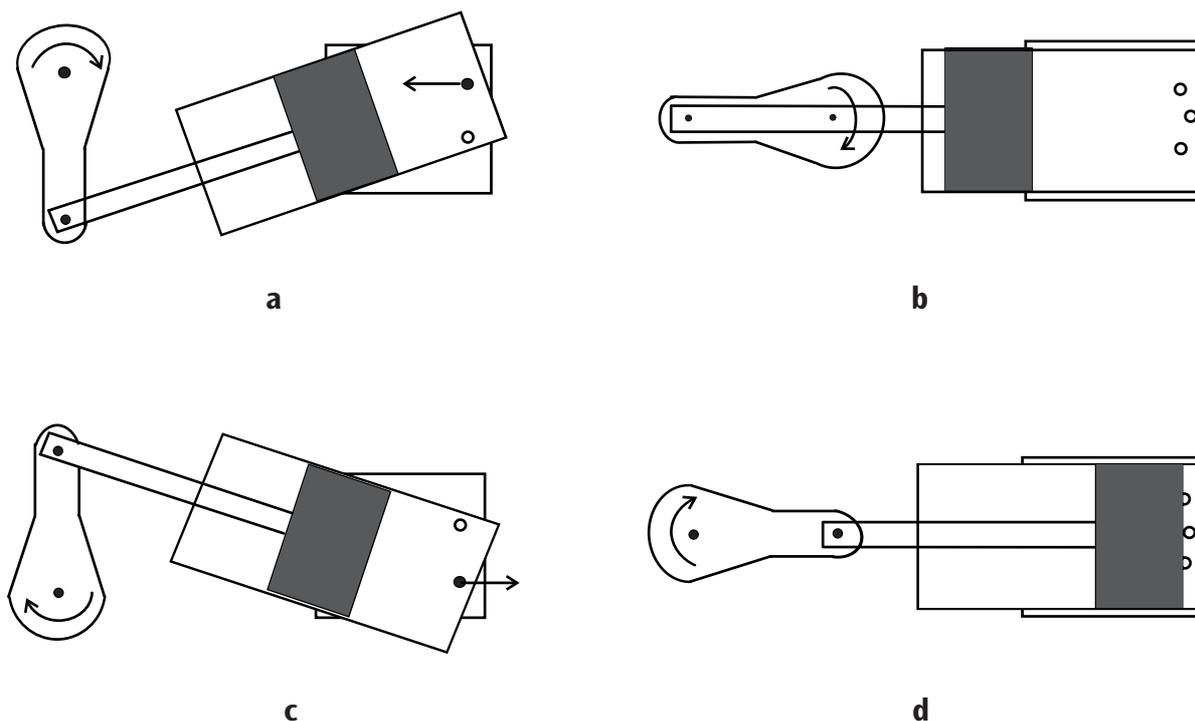

Fig.1: Ciclo de trabalho da máquina a vapor de pistão oscilatório
de distribuição de vapor. Na caldeira aquece-se a água e é produzido o vapor. O vapor de água passa pela mangueira de injeção de vapor ⑫ através do suporte para o orifício de entrada de vapor. Assim que a abertura do cilindro encontra a entrada de vapor novo, entra vapor no cilindro e este empurra o êmbolo (fig. 1 a). Quando o cilindro chega na extremidade os canais de vapor estão então fechados. Graças à roda de impulso, supera-se esse ponto morto (fig. 1 b). Na fase seguinte o cilindro retorna
para trás, abre o orifício de saída de vapor e empurra o vapor para fora (fig. 1 c). O vapor é evacuado pela mangueira de escape ⑭ e pelo tubo de condensação ⑮. A condensação residual é levada ao recipiente para condensação pela mangueira de condensação ①. O êmbolo atinge o ponto morto superior, no qual ambos canais de distribuição estão fechados. Após superar o ponto morto superior graças à roda de impulso, o vapor volta a ser introduzido e o processo repete-se desde o início (fig. 1 d).